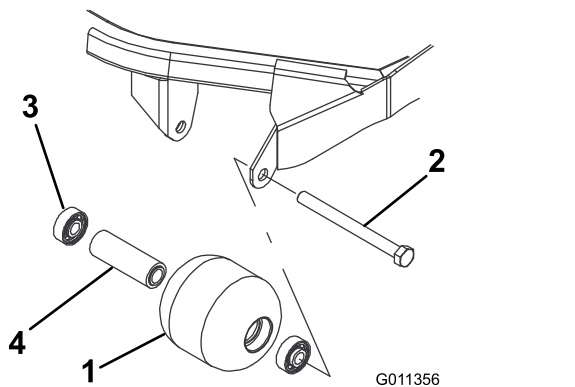

Figure 99
1. Retirez le boulon de fixation du galet (Figure 99).
1. Enfoncez le premier roulement dans le logement à la presse (Figure 99). Exercez la pression uniquement sur la bague extérieure ou uniformément sur les bagues intérieure et extérieure.
2. Insérez l'entretoise (Figure 99).
3. Enfoncez le second roulement dans le logement (Figure 99) en exerçant une pression uniforme sur les bagues intérieure et extérieure jusqu'à ce que la bague intérieure rencontre la douille d'écartement.
4. Vérifiez l'état du logement de roulements, des roulements et de la douille d'écartement (Figure 99) Remplacez les composants endommagés et procédez au remontage.